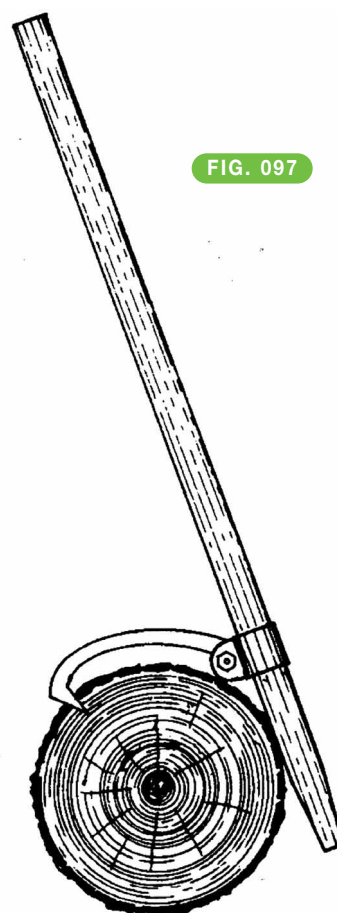

FIG. 097
- Vigilar que no haya nadie en la posible trayectoria de rodadura o deslizamiento. **FIG. 097**